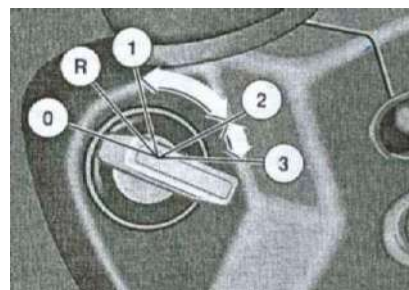

Рис. 22
- поверните ключ в замке зажигания в положение «2» (Рис. 22);